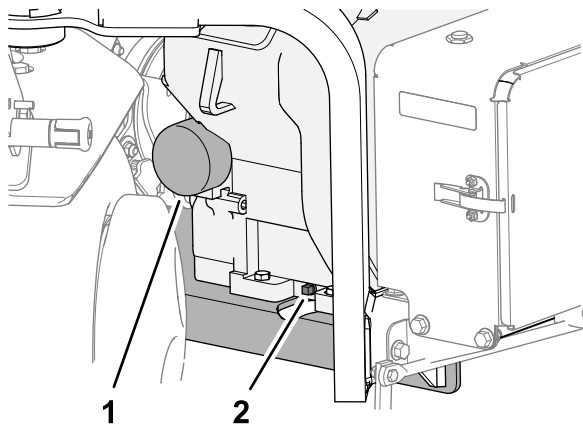

Figura 161
3. Aezați o tavă sub buoul de golire a uleiului i scoateți buoul (Figura 161).
1. Aezați o tavă de golire sub filtru i îndepărtați filtrul (Figura 161).
6. Introduceți filtrul de ulei pe adaptorul filtrului până când garnitura intră în contact cu adaptorul filtrului (Figura 161), apoi strângeți filtrul cu încă o ½ de tură.